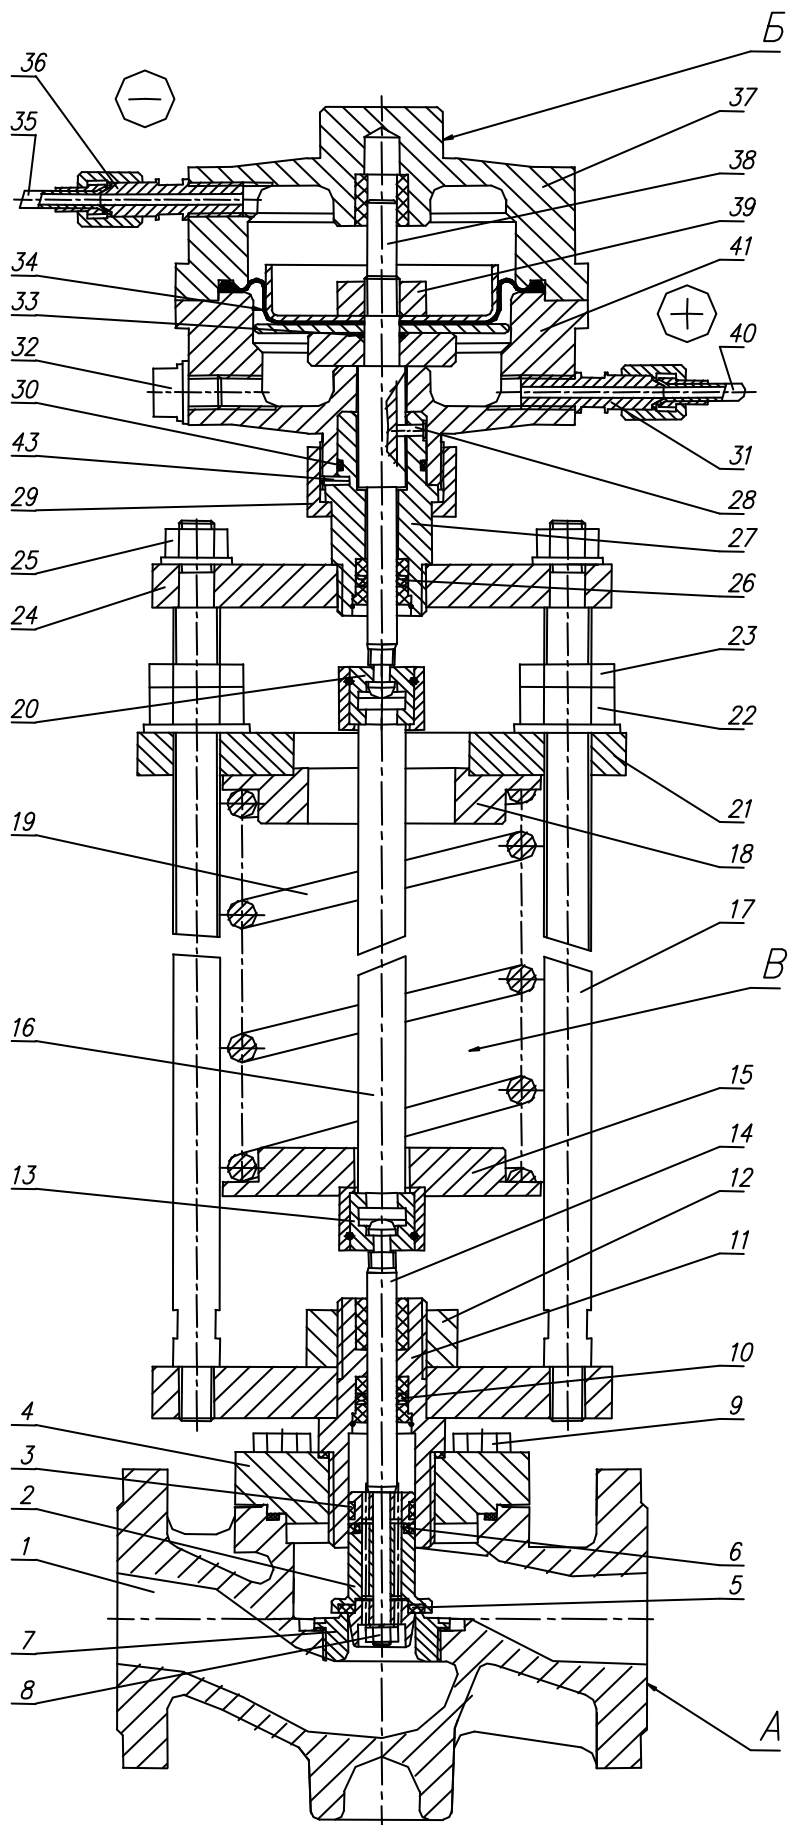

Рисунок 1. Общее устройство регулятора РД-В-32.
2.2.5. Регулятор устанавливать на горизонтальном участке трубопровода согласно схеме подключения (см. рис.1 приложения). Перед регулятором установить магнито-сетчатый фильтр.